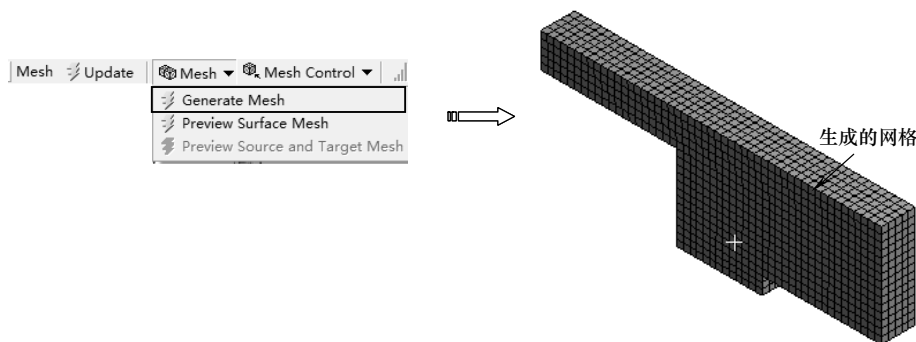

图 12-10 生成网格
3) 在【Outline (分析树)】中选择【Mesh】节点，单击【Mesh】工具栏上的【Mesh (网格)】|【Generate Mesh (生成网格)】命令，将弹出网格生成进度条，表明正在划分网格。当网格划分完成后，进度条自动消失，最终生成效果如图 12-10 所示。